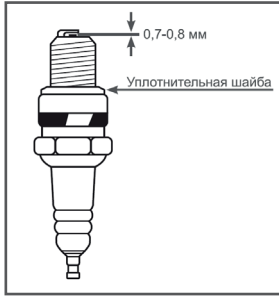

Рис.24 Обслуживание свечи зажигания.
4. Измерьте зазор между электродами свечи зажигания специальным щупом. Зазор должен быть 0,7-0,8 мм (Рис.24). При увеличении или уменьшении требуемого зазора, рекомендуется заменить свечу, так как регулировка зазора может привести к изменению качества искрообразования.